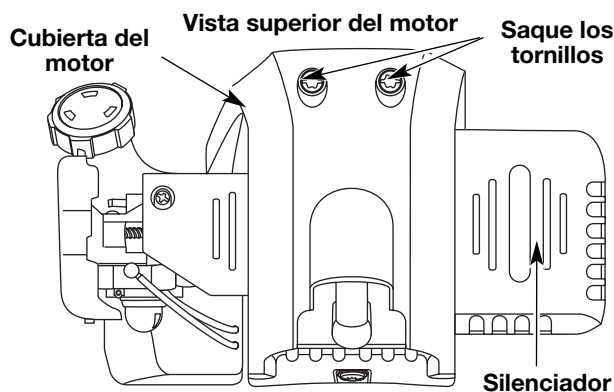

Fig. 34
2. Quite los dos (2) Tornillos de encima de la tapa del motor con un destornillador de pala o Torx #25 (Fig. 34).